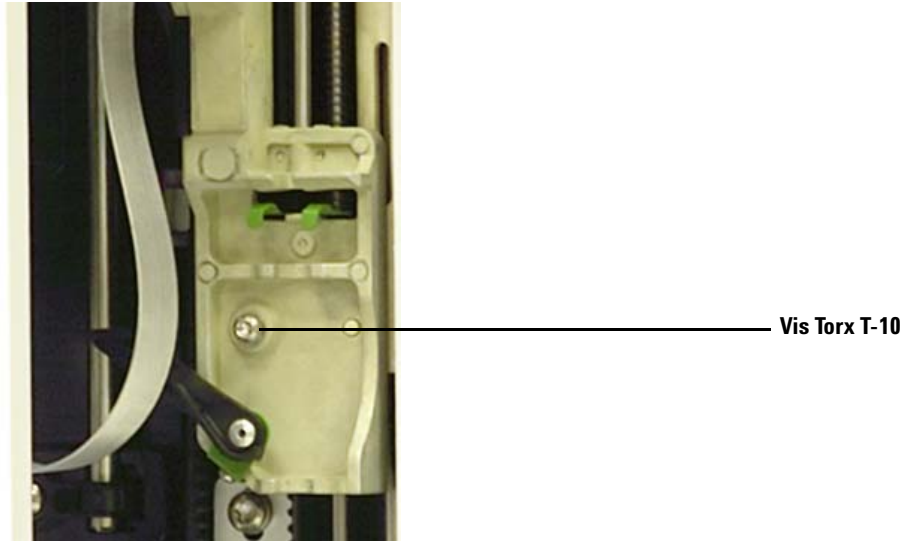

Figure 62 Retrait de la vis Torx T-10
- 6 Desserrez complètement et retirez la vis Torx T-10 située juste au-dessus du verrou de la seringue (Figure 62).